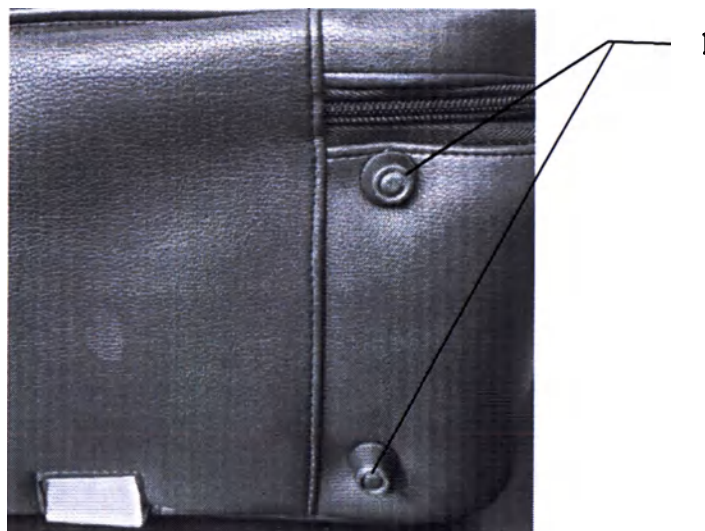

Рисунок 13 – Ножки футляра (показаны с одной стороны)
- после откручивания саморезов необходимо демонтировать ножки футляра *поз. 1* (рис. 13) с обратной стороны в количестве 4-х штук;